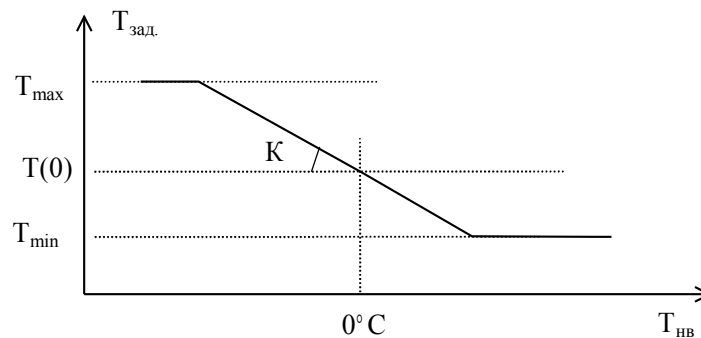

Рис. 2
Общий вид отопительного графика показан на Рис. 2.
- **Тпрв(0)** – температура приточного воздуха воды при  $T_{нв}=0^{\circ}\text{C}$  (см. Рис. 2); уставка  $T_{прв}$  при реулировании по константе;